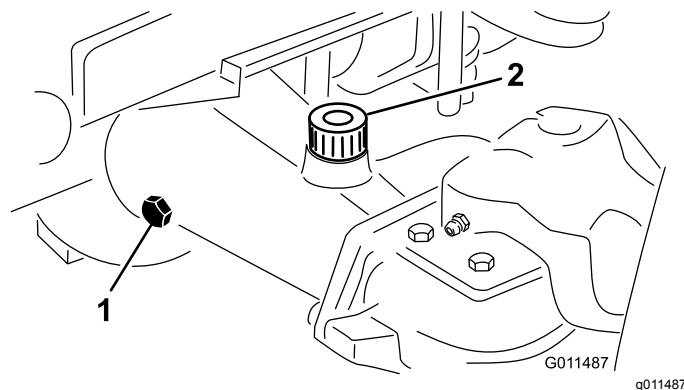

Figura 92
2. Retire o tampão de verificação que se encontra na extremidade do eixo e certifique-se de que existe lubrificante até ao fundo do orifício (Figura 92).